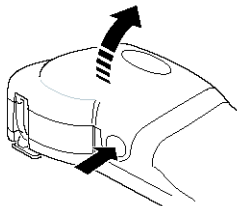

Abbildung 4
1. Drücken Sie auf den Kassettendeckel, um das Etikettenfach zu öffnen. Siehe Abbildung 4.